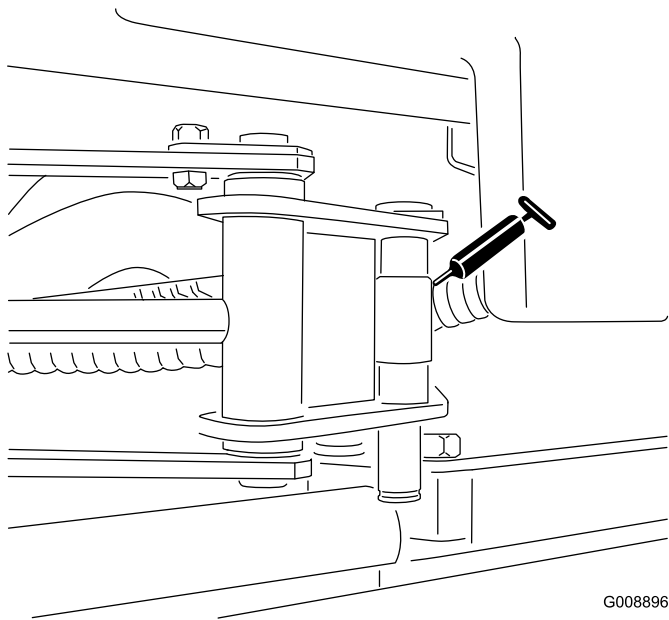

Figura 35
- 2 extremidades do cilindro sidewinder (Figura 35)